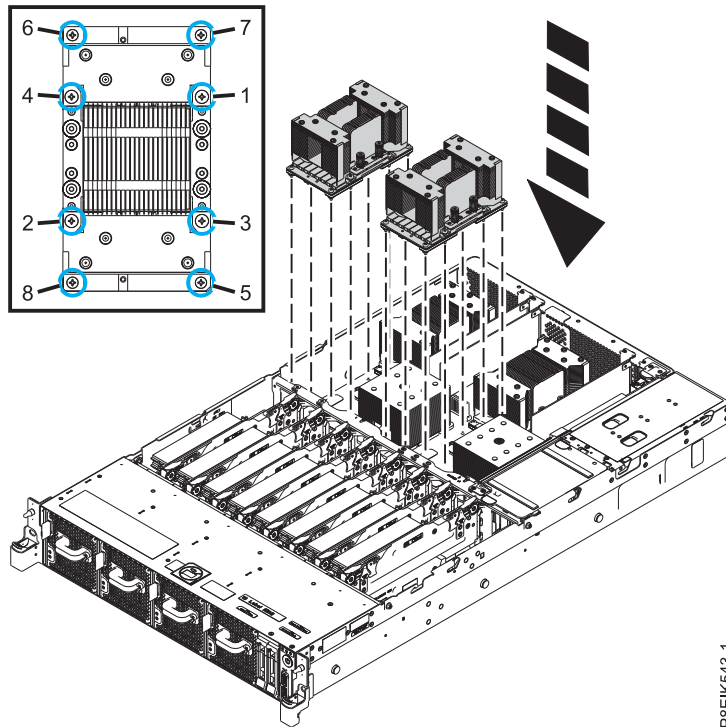

Figure 24. Installation de l'ensemble GPU-dissipateur thermique sur son connecteur
5. Alignez soigneusement l'ensemble GPU-dissipateur thermique de sorte que les broches d'alignement s'adaptent au fond de panier système. Assurez-vous que la flèche indiquant le sens de circulation de l'air sur le dissipateur est dirigée vers l'arrière du châssis. Installez le GPU dans le fond de panier système. Voir figure 24, à la page 23.
6. Fixez le GPU au fond de panier système. Utilisez un tournevis cruciforme numéro 2. Serrez les vis en respectant l'ordre illustré dans figure 24. Commencez par les quatre vis internes. Enfilez les quatre vis internes jusqu'à mi-hauteur en suivant la séquence indiquée. Une fois les quatre vis enfilées, serrez-les. Ensuite, serrez les quatre vis externes en suivant la séquence indiquée.